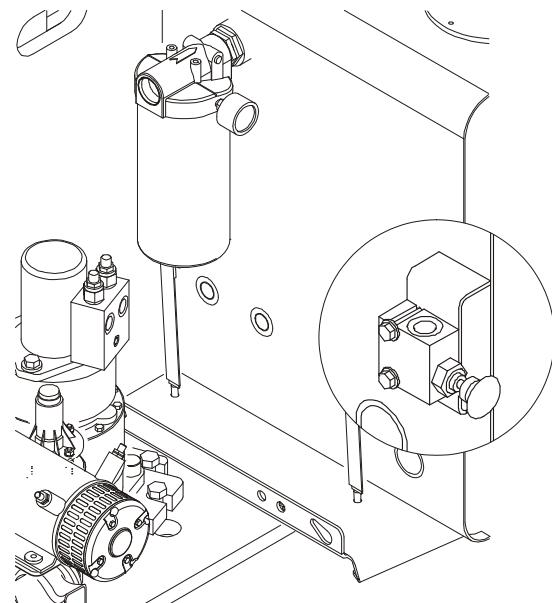

图 4-7. 重新调平阀
3. 拉出主控制阀旁边的红色调平旋钮, 并且抓住不放。参考图 4-7.。